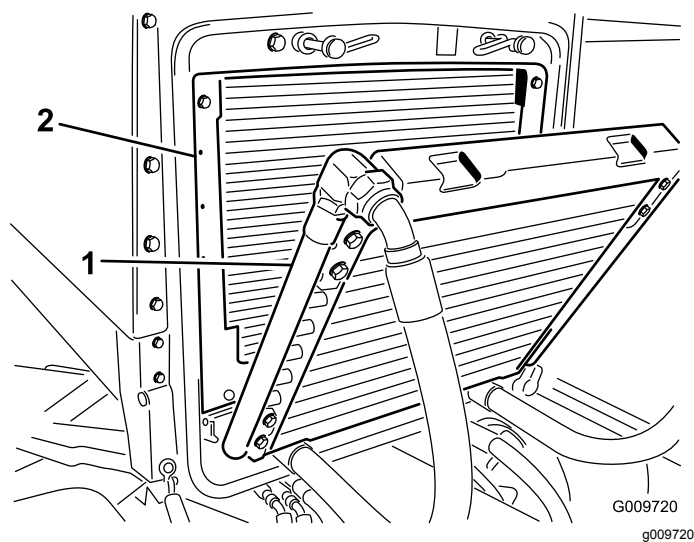

Рисунок 57
4. Тщательно очистите сжатым воздухом обе стороны в зоне маслоохладителя и радиатора (Рисунок 57).